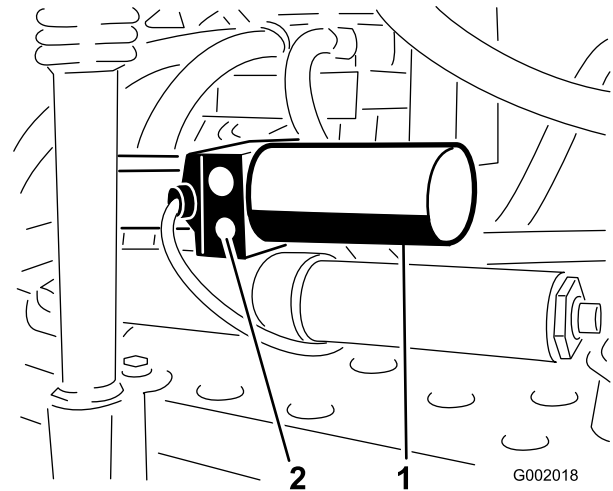

Figure 70
1. Trouvez l'emplacement du clapet de décharge manuel de l'actionneur sur chaque rampe. Le clapet de décharge manuel est la plus petite des valves et se trouve d'un seul côté du corps de l'actionneur (Figure 70).